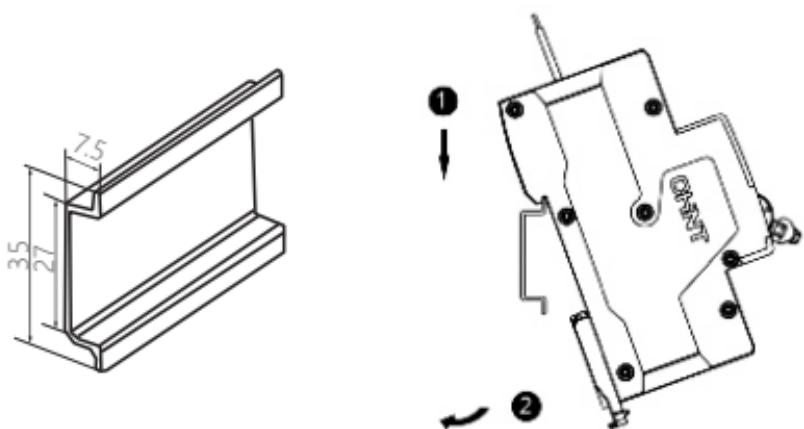

**图3 断路器合/分闸状态指示、模式选择
8.1 安装使用前先检查断路器标志与所使用的工作条件是否相符；通电前，先人为操作几次断路器，其机构动作应灵活、可靠、无阻滞现象。断路器合/分闸状态指示、模式选择开关“自动” / “手动”位置见图3。